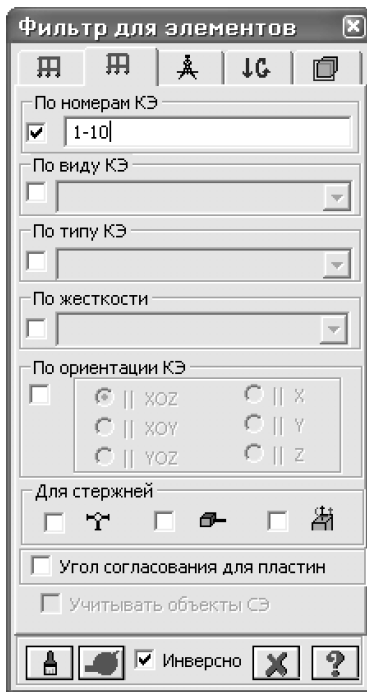

Рис.8.18. Диалоговое окно
- Смените номер текущего нагружения, вызвав диалоговое окно **Активное нагружение** (рис. 8.18) с помощью меню **Нагрузки ⇒ Выбор нагружения** (кнопка  на панели инструментов).